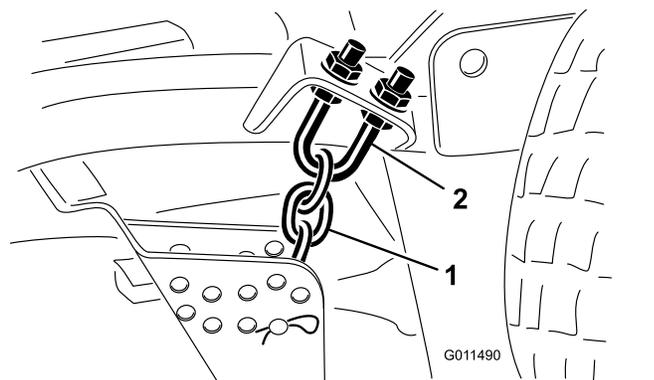

Рисунок 108
1. Ослабьте верхние или нижние контргайки на U-образном болте цепи регулировки высоты скашивания (Рисунок 108).